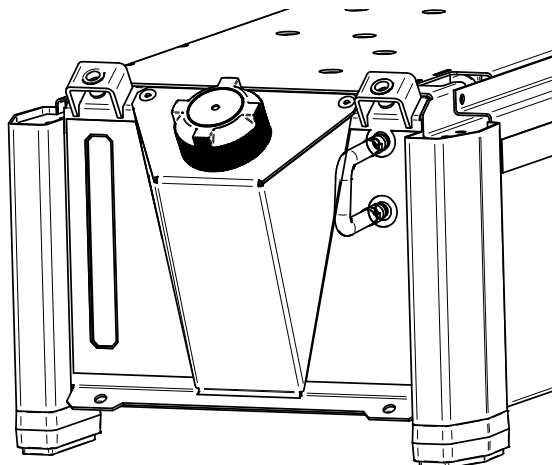

Figura 36
- Enchufe las mangueras provistas de conectores de acople rápido (añadido al equipo) en los conectores de entrada y salida del refrigerador (Figura 36).